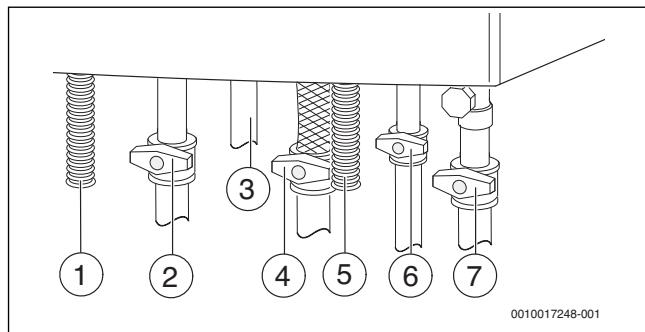

Fig. 26 Raccordamente pentru gaz și apă (accesorii)
- Deschideți robinetul pentru apă rece (→ fig. 26) și, apoi, un robinet pentru apă caldă, până când curge apă.
- Deschideți robinetul pe turul încălzirii și cel pe returnul încălzirii (→ fig 26).